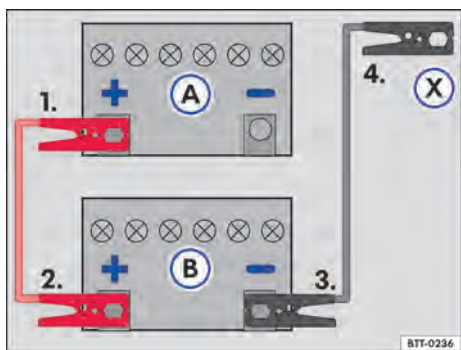

Fig. 213 Esquema para a conexão dos cabos auxiliares de partida: bateria do veículo descarregada (A) e bateria do veículo fornecedora de corrente (B).
Legenda para → Fig. 213:
- Conectar uma extremidade do cabo auxiliar de partida *vermelho* ao polo positivo → Fig. 213 (+) do veículo com a bateria do veículo descarregada (A) → ⚠.
- Conectar a outra extremidade do cabo auxiliar de partida *vermelho* ao polo positivo (+) da bateria do veículo fornecedora de corrente (B).
- Conectar uma extremidade do cabo auxiliar de partida *preto* ao polo negativo (-) da bateria do veículo fornecedora de corrente (B).
- Conectar a outra extremidade do cabo auxiliar de partida *preto* (X) no veículo com a bateria do veículo descarregada em uma peça maciça de metal aparafusada firmemente ao bloco do motor ou no próprio bloco do motor - porém não nas proximidades da bateria (A) → ⚠.